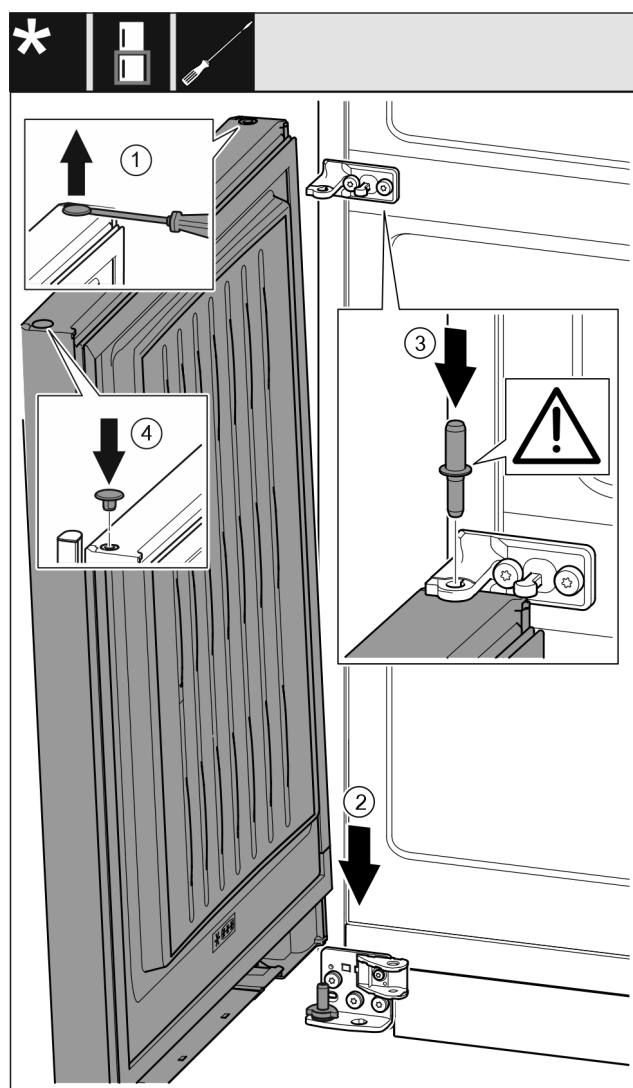

Fig. 29
- Zátku Fig. 29 (1) opatrně nadzvedněte plochým šroubovákem a vytáhněte.
- Dveře Fig. 29 (2) nasadte shora na dolní ložiskový čep.
- Prostřední ložiskový čep Fig. 29 (3) vložte do dolních dveří přes prostřední stojan ložiska. Přitom dávejte pozor, aby zajišťovací vačka směřovala dozadu.
- Zátku Fig. 29 (4) opět vložte na druhé straně dveří.